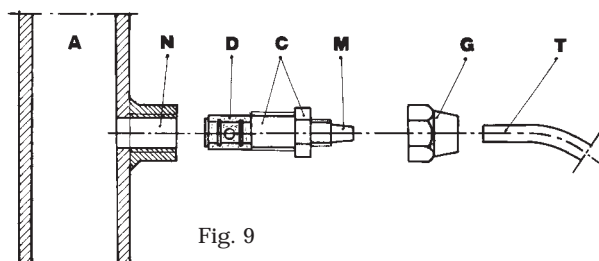

Fig. 9
- g. - Applicare sulla condotta dell'impianto da trattare, nel punto più idoneo per effettuare l'iniezione del prodotto da dosare, un raccordo da 3/8" gas femmina. Tale raccordo è escluso dalla fornitura. Avvitare la valvola di iniezione nel raccordo utilizzando come guarnizione del Teflon Fig. 9. Connettere il tubetto all'attacco conico della valvola d'iniezione e bloccarlo con l'apposita ghiera G. La valvola di iniezione è anche valvola di non ritorno.
#### DI INIEZIONE Fig. 9